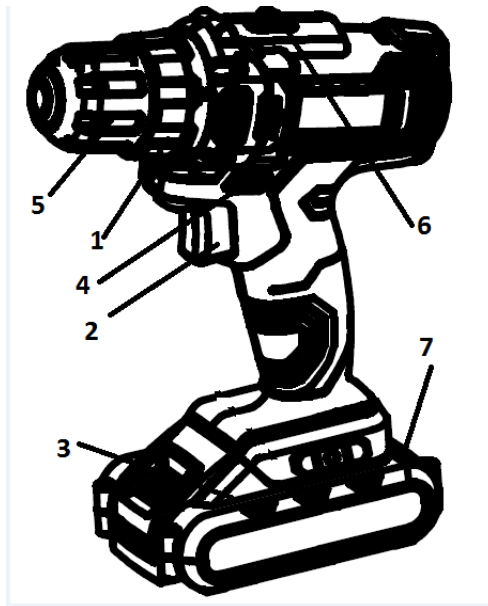

Рисунок 1
4.1.3 Встановіть необхідний крутний момент за допомогою кільця регулятора моменту затягування (1) (рис. 1).
**4.3** Для ввімкнення виробу натисніть на клавішу вимикача (2) (рисунок 1). Для відключення виробу слід клавішу відпустити. Регулювання швидкості обертання патрону здійснюється ступенем натискання на клавішу вимикача.